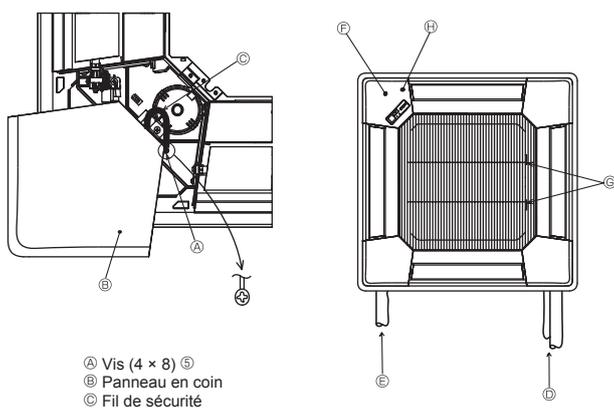

Fig. 9-10
- A Vis (4 × 8) ⑤
9.7. Installation de la grille d'aspiration (Fig. 9-10)